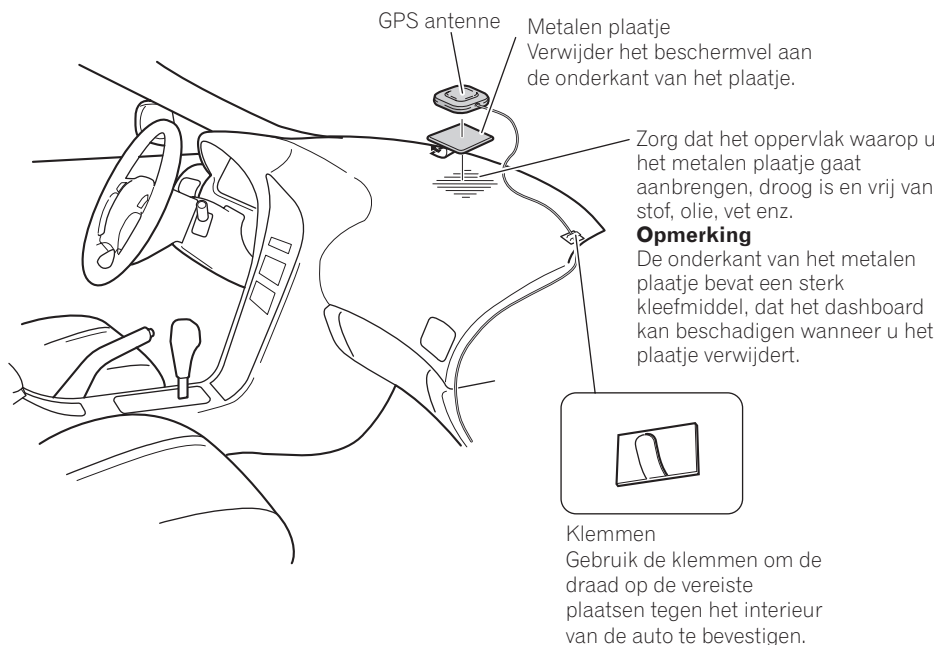

**Afb. 10**
- De antenne dient op een zo horizontaal mogelijk oppervlak te worden bevestigd op een plaats waar de ontvangst van de radiogolven zo min mogelijk wordt gehinderd. De antenne kan de radiogolven van de satelliet alleen ontvangen als er geen obstakel tussen de antenne en de satelliet is. Het verdient aanbeveling de antenne op het dak of op het kofferdeksel van de auto te bevestigen. **(Afb. 10)**